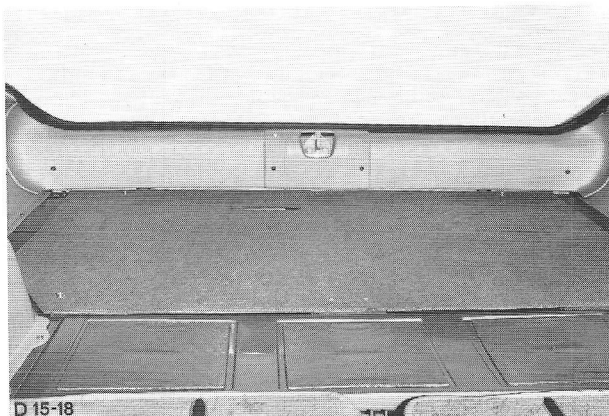

Fig.154 Bekleding van het achterpaneel.
7. Verwijder de bekleding van het achterpaneel (5 schroeven) en het zijpaneel (10 schroeven), klap de achterbank naar voren (figs.154 en 155).